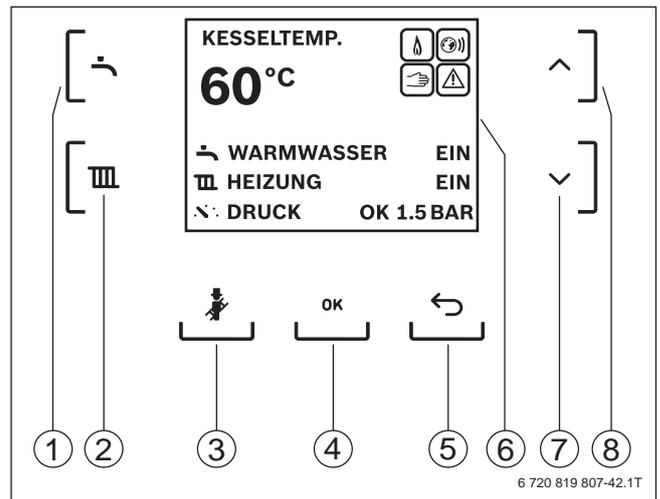

Bild 32 Anzeige und Bedienelemente des Basiscontrollers Logamatic BC30 E
- Warmwasser-Einstellung über das Menü **WARMWASSER**; Aufruf des Menüs mit Taste Warmwasser (→ Bild 32, [1])
- Heizungs-Einstellung über das Menü **HEIZUNG**; Aufruf des Menüs mit Taste Heizung (→ Bild 32, [2])
- Manueller Betrieb z. B. für Abgastest; Taste Schornsteinfeger länger als 3 Sekunden drücken (→ Bild 32, [3])
- Statusanzeige und Störungsdiagnose in einem LC-Display (→ Bild 32, [6])
- Notbetrieb: Taste Schornsteinfeger länger als 8 Sekunden drücken (→ Bild 32, [3])